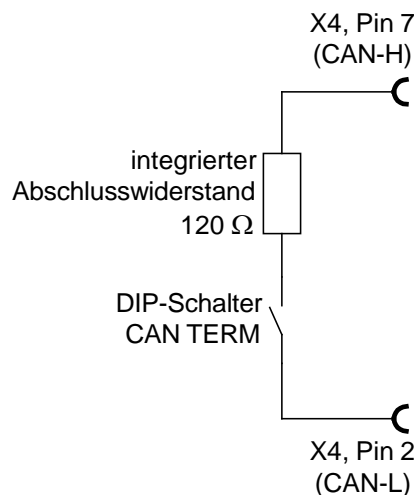

Abbildung 26: Integrierter CAN-Abschlusswiderstand
- An beiden Enden des CAN-Bus-Kabels muss jeweils genau ein Abschlusswiderstand von  $120\ \Omega$   $\pm 5\%$  vorhanden sein. Die item Servo Positioning Controller C 3-Serie verfügt bereits über einen integrierten Abschlusswiderstand, der mittels dem frontseitig angebrachten DIP-Schalter „CAN TERM“ aktiviert/deaktiviert werden kann (siehe *Abbildung 26*)